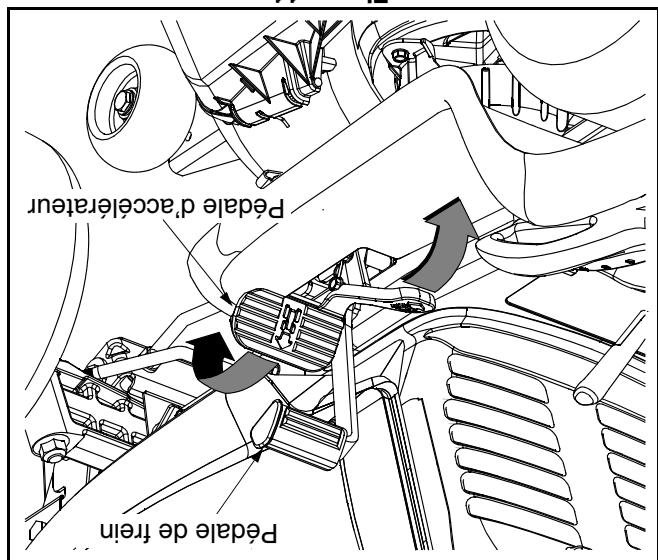

Figure 11
- Figure 11
Pour vous déplacer en MARCHE AVANT, appuyez lentement sur la partie supérieure de la pédale d'accélérateur jusqu'à l'obtention de la vitesse désirée. Voir la Figure 11.